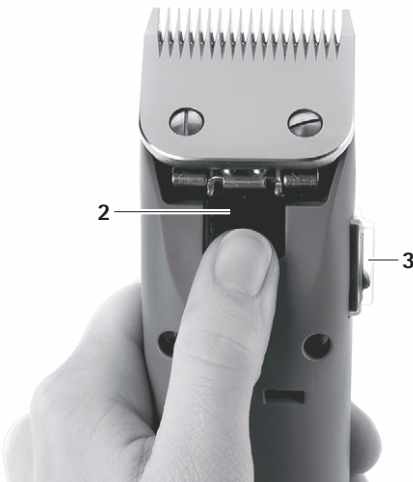

Fig. 4
- Tryck på strömbrytaren **3** för att stänga av klippmaskinen FAV5, se Fig. 4.
- Tryck på klipp huvudslåsningen **2**, se Fig. 4.